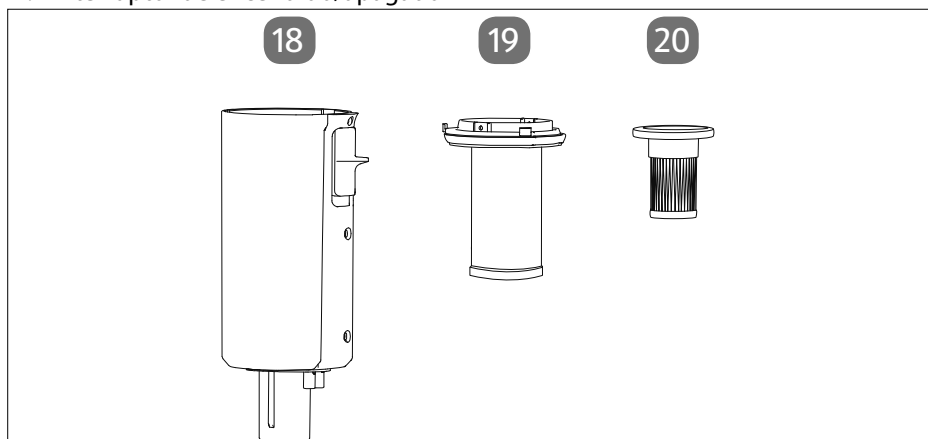

Fig. 3
- ▶ Cargue la aspiradora con el adaptador de corriente suministrado (véanse las fig. 3 y 4).